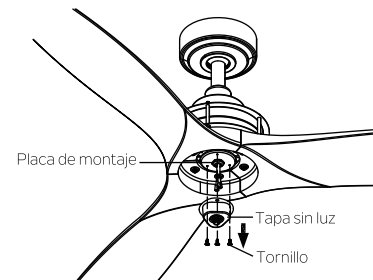

Fig. 22
Paso 2. Retire la tapa sin luz de la placa de montaje retirando los 3 tornillos, y guarde los tornillos para uso posterior. (Fig. 22)